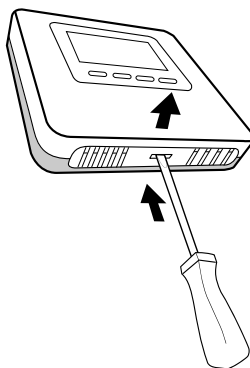

Fig. 11
- Separați baza de fixare a Sensorului de mediu exercitând o ușoară presiune pe limba din partea de jos (Fig. 11).